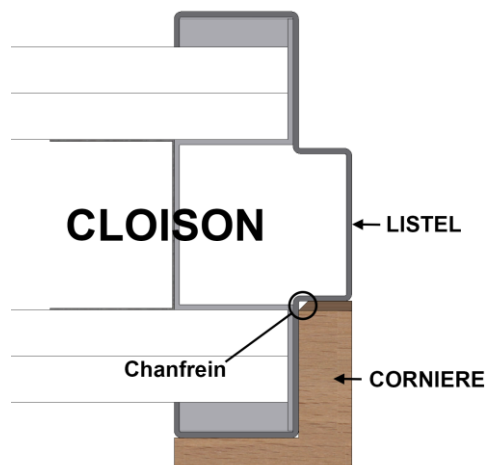

Figure 2
- **Cornière** : Retirer le film adhésif du double-face et emboîter la cornière au montant de l'huissérie en l'appuyant contre, côté le plus court en fond de feuillure contre le listel (voir **figure 2** p9).
- **Cornière** : Retirer le film adhésif du double-face et insérer la cornière d'habillage entre les deux autres cornières déjà en place sur les montants, en l'emboitant à l'angle de la traverse côté double face recouvrant ainsi le parement et comblant la feuillure de l'huissierie existante (voir **figure 2** p9).